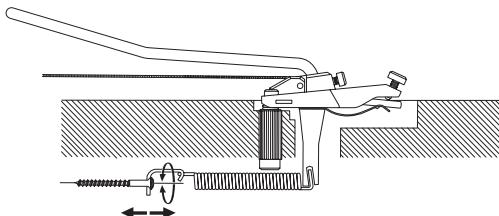
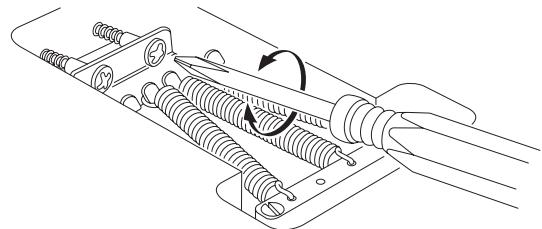

Fig.32
Fig.33
A locking tremolo unit is normally used in a "floating state" that allows the arm to be operated in both the downward and upward directions. The tremolo unit will operate optimally when the tension of the strings balances the tension of the tremolo springs installed inside the guitar body so that the tremolo unit is parallel with the guitar body (Fig.32).
With the guitar tuned accurately, use a Philips (+) screwdriver to turn the tremolo spring hook screws (Fig.33) located on the back of the guitar body. If the tremolo unit is tilted forward toward the neck, the tremolo springs are not tight enough; turn the screws clockwise to tighten the springs. Conversely, if the tremolo unit is tilted backward away from the neck, the tremolo springs are too tight; turn the screws counter-clockwise to loosen the springs.
Um eine optimale Stimmstabilität zu erzielen, sollte das Tremolo parallel zur Gitarrendecke stehen. Das Tremolo arbeitet dann optimal, wenn die Spannung der Saiten durch die Spannung der Tremolofedern im Inneren des Korpus vollständig kompensiert wird, so dass die Tremolo-einheit freischwebend parallel zur Oberfläche des Korpus steht. (Abbildung 32).
1. Öffnen Sie die Abdeckung der Federkammer mit einem Kreuzschlitzschraubendreher an der Rückseite der Gitarre (Abbildung 33).
Une unité de vibrato à verrouillage est normalement utilisée à « l'état flottant » ce qui permet d'utiliser la tige à la fois vers le bas et vers le haut. L'unité du vibrato est au maximum de ses performances lorsque la tension des cordes est équilibrée par rapport à la tension des ressorts installés à l'intérieur de la caisse de la guitare et que l'unité de vibrato est parallèle à la caisse de la guitare (Fig. 32). Une fois la guitare correctement accordée, réglez les vis d'accrochage des ressorts de vibrato (Fig. 33) situés à l'arrière de la caisse de la guitare avec un tournevis cruciforme. Si le vibrato est incliné en avant, vers le manche de la guitare, cela signifie que les ressorts de vibrato ne sont pas assez serrés, tournez les vis dans le sens des aiguilles d'une montre pour resserrer les ressorts. A l'inverse, si le vibrato est incliné vers l'arrière, les ressorts sont trop serrés, tournez les vis dans le sens inverse des aiguilles d'une montre pour détendre les ressorts.
La unidad del trémolo de bloqueo se utiliza generalmente de “forma flotante” lo que permite a la palanca ser accionada tanto hacia abajo como hacia arriba. La unidad del trémolo funcionará de forma óptima cuando la tensión de las cuerdas se equilibre con la tensión de los muelles del trémolo instalados en el interior del cuerpo de la guitarra, de forma que la unidad del trémolo quede paralela al cuerpo de la guitarra (Fig.32). Una vez afinada la guitarra con precisión, utilice un destornillador Philips (+) para girar los tornillos de enganche de los muelles del trémolo (Fig.33) situados en la parte posterior del cuerpo de la guitarra. Si la unidad del trémolo está inclinada hacia adelante en dirección al mástil, los muelles del trémolo no estarán suficientemente apretados; gire los tornillos hacia la derecha para apretar los muelles. De forma inversa, si la unidad del trémolo está inclinada hacia atrás en dirección contraria al mástil, los muelles del trémolo estarán demasiado apretados; gire los tornillos hacia la izquierda para aflojar los muelles.
Un ponte tremolo è di norma settato in modo flottante affinché la leva tremolo possa essere utilizzata nelle due direzioni (verso l'alto e verso il basso). Il ponte tremolo funziona in modo ottimale quando la tensione delle corde equilibra la tensione delle molle tremolo dietro al corpo della chitarra, cosicché l'unità tremolo risulta parallela al corpo della chitarra (fig. 32).
Con la chitarra accordata con precisione, avvalersi di un cacciavite a testa Philips (+) per girare le viti dei ganci delle molle tremolo (fig. 33) situate sul retro del corpo della chitarra. Se l'unità tremolo è inclinata in avanti verso il manico della chitarra, le molle non sono serrate a sufficienza; girare le viti verso destra per serrare le molle. Invece, se l'unità tremolo è inclinata all'indietro lontano dal manico, le molle sono troppo serrate; girare le viti verso sinistra per allentare le molle.
ロックングトレモロは通常、アームダウン、アップの両方向が行えるフローティングの状態で使用します。弦の張力と、ギターのボディー裏側に装備されたトレモロスプリングの張力の釣り合いで、トレモロ本体がおおよそギターボディーと平行(Fig.32)な状態に調整することで最適なアーミングが行えます。
正確にチューニングした状態で、ギターボディー裏にあるトレモロスプリングフックのスクリュー (Fig.33)を(+)ドライバーで回します。トレモロが、ネック側に対して前方へ傾きすぎている場合は、トレモロスプリングの力が弱いため、スクリューを時計方向に回してスプリングを張ります。反対に、トレモロがネック側に対して後方へ傾きすぎている場合は、スプリングの力が強すぎますので、スクリューを反時計方向に回してスプリングを緩めます。